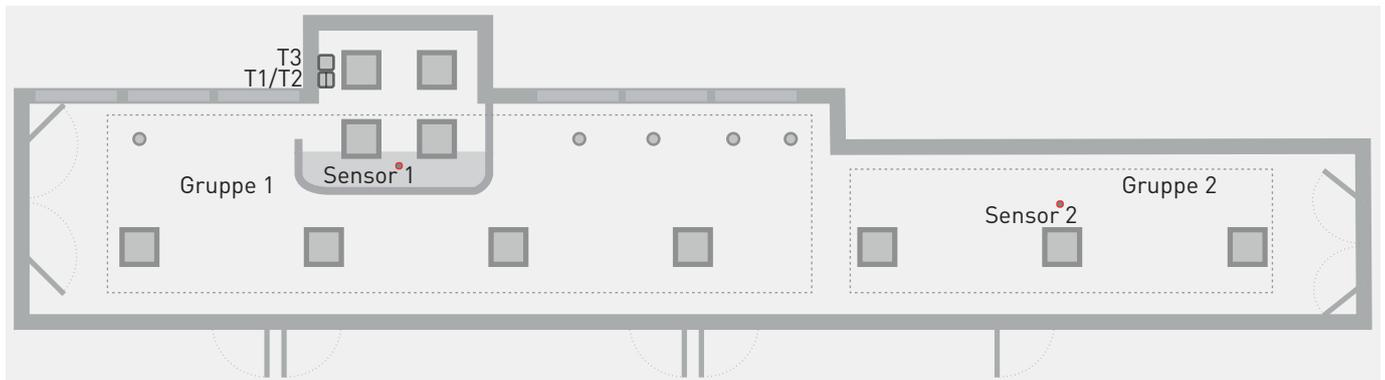

Abbildung 13:
- Sensor 1 wird Gruppe 1 (siehe Abbildung 13) für die tageslichtabhängige Regelung und den Gruppen 1 und 2 für die Anwesenheitserfassung zugeordnet.